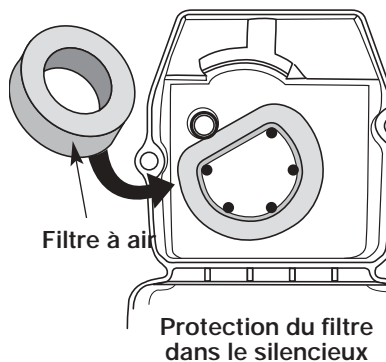

Fig. 20
2. Retournez le couvercle et inspectez l'intérieur pour repérer le filtre à air. Retirez le filtre à air de l'intérieur du couvercle du filtre à air/silencieux (Fig. 20).
6. Remplacez le filtre à air dans le filtre à air/couvercle du silencieux (Fig. 20).